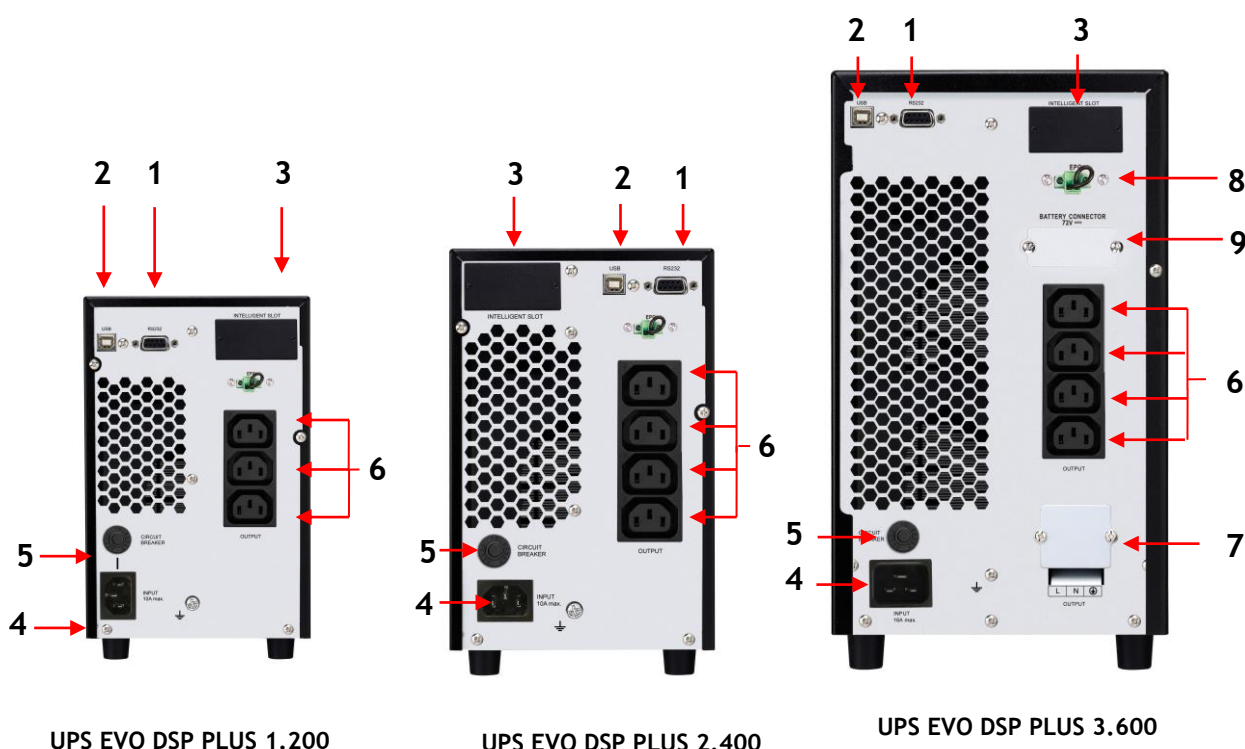

Figura 4 - Pannello Posteriore
I prodotti UPS EVO DSP PLUS Rack Tower hanno sul retro il connettore EPO (Emergency Power OFF) (vedi figura 4), che permette di disattivare immediatamente l'Uscita dell'UPS a distanza in caso di emergenza.
1. Tramite il cavo di alimentazione in dotazione collegare la presa d'Ingresso rete (vedi figura 4) ad una **presa di alimentazione elettrica che deve avere obbligatoriamente una connessione a terra secondo le norme vigenti**. Verificare accuratamente il collegamento a terra della presa d'alimentazione elettrica.
- 3.1. Rimuovere la copertura metallica (#7) sul retro dell'UPS (vedi figura 4), per accedere al Connettore Box Batterie.